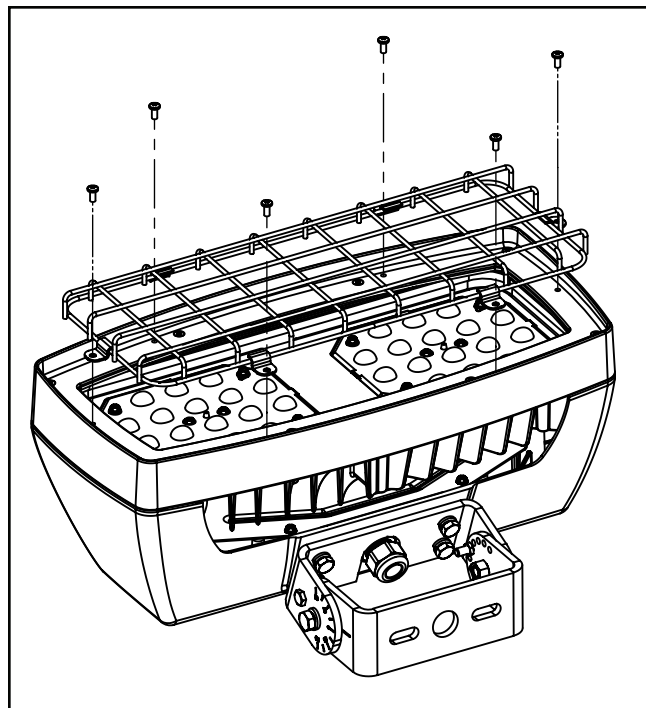

Figura 5
Protector de cables (Figura 5)
1. Alinee el protector de cables en la parte superior del marco de la lente para que coincida con los seis orificios existentes. (Figura 5)
2. Ajuste los (6) tornillos de 8-32 a la parte frontal de la luminaria.